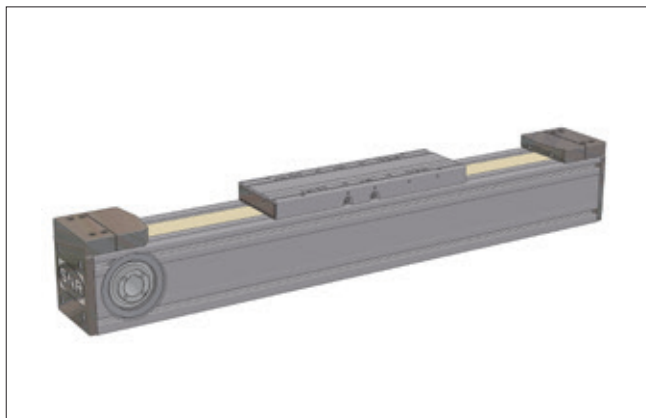

Bild 5.1 _____ AXC mit Zahnriemenantrieb
- 3 Antriebsvarianten: Zahnriemen-, Spindel- oder Zahnriemen - Ω - Antrieb (Bild 5.1 bis 5.3)